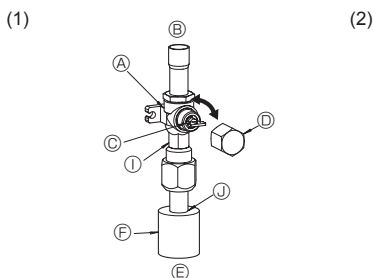
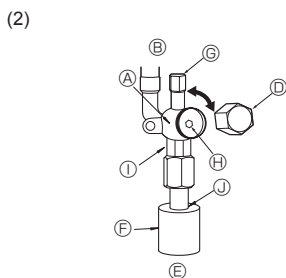

Fig. 4-5
Fig. 4-6
- (1) Lado de gas (Fig. 4-5)
- ① Quite la tapa, tire de la manivela hacia usted y gire 1/4 de vuelta hacia la izquierda para abrir.
- ② Cerciórese de que la válvula de parada esté completamente abierta, empuje la manivela y enrosque la tapa en su posición original.
- (2) Lado de líquido (Fig. 4-6)
- ① Abra la tapa y gire la varilla de válvula hacia la izquierda hasta su tope, utilizando una llave hexagonal de 4 mm. Deje de girar cuando llega al tope. (Ø9,52: Aproximadamente 10 revoluciones)